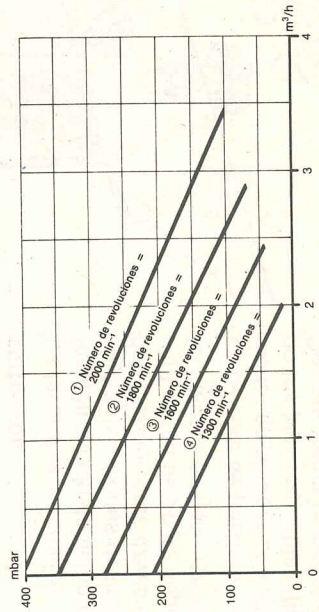

Fig. 7
El número de revoluciones que corresponde a las posiciones ①, ②, ③, ④ del conmutador está representado en el diagrama de la fig. 7.